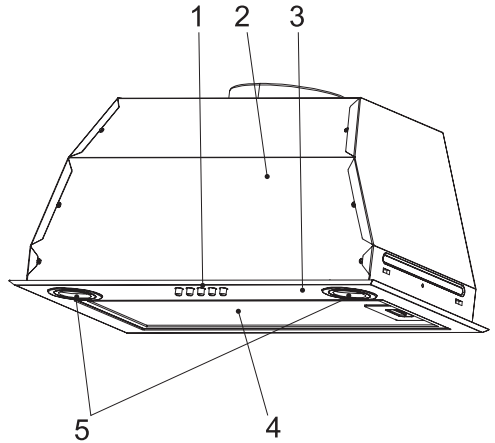

Рис. 1
Наружная часть вытяжки состоит из следующих составных частей (см. рис. 1):
- видимой частью кухонной вытяжки является съемная декоративная панель (см. рис. 1, позиция 3), а основной корпус вытяжки скрыт в подвесном шкафу;
- снять декоративную панель 3 (см. рис. 1), открутив для этого винты ее крепления.